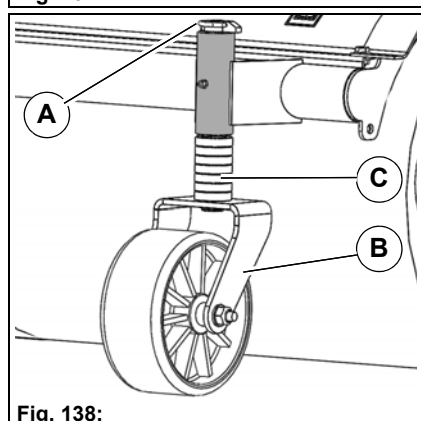

Fig. 138:
2. Retirer la clavette **Fig. 138-A** du boulon de la fourche et retirer les roues stabilisatrices **Fig. 138-B** par le bas.
3. Régler le niveau de balayage au moyen des rondelles **Fig. 138-C** sur les deux roues stabilisatrices. Pour un balayage optimal, les poils des brosses devraient appuyer sur le sol sur env. 20 cm.